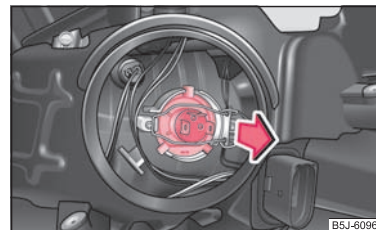

Fig. 168 Demontarea becului luminii de întâlnire și drum
- Scoateți conectorul din lampă, deblocați mânerul din sârmă și extrageți lampa spre spate ⇒ fig. 168.